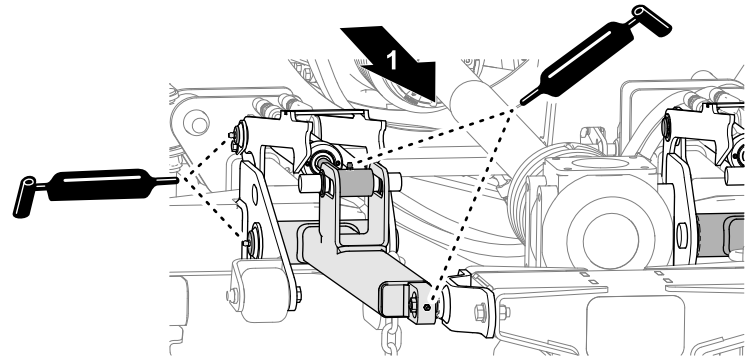

Figura 53
- Aplique grasa en los brazos de elevación, los cilindros hidráulicos y los tirantes de impactos de la carcasa central del cortacésped (Figura 53).